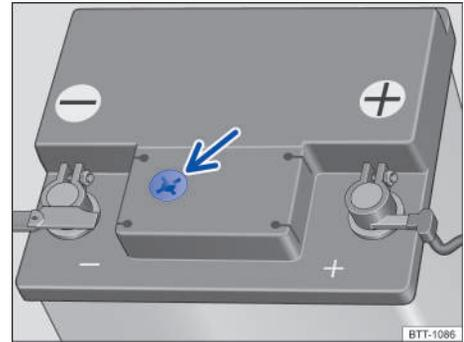

Fig. 225 En el compartimento del motor: ejemplo de posición del visor en el lado superior de la batería del vehículo.
- El visor redondo → fig. 225 en la parte superior de la batería del vehículo cambia de color dependiendo del nivel del electrolito.